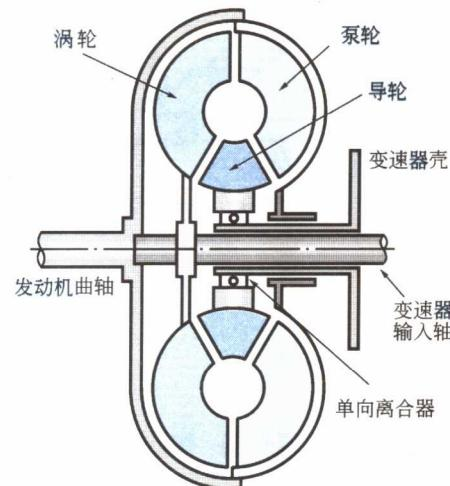

图 1-11 综合式液力变矩器
(1) 构造——由泵轮(泵)(Pump)、涡轮(透平或涡轮)(Turbine)、导轮(不动叶轮)(Stator)、自动变速器油所组成，其安装于行星齿轮输入轴上，与曲轴尾端传动板用螺栓结合，如图 1-11 所示。泵轮相当于手动档车的离合器压板，涡轮相当于手动档车的离合器片。
(2) 功用
- ① 增大发动机转矩(起步时)。
- ② 充当液力耦合器传递动力(转速增加时)。
- ③ 驱动变速器内的油泵。
- ④ 相当于飞轮，可使发动机运转平稳，并且可吸收发动机与传动机件的振动。